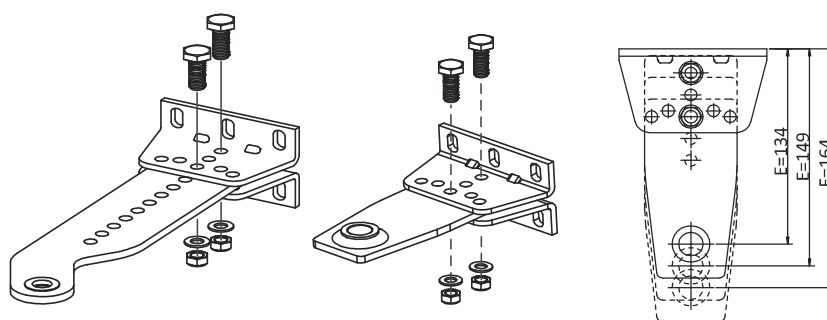
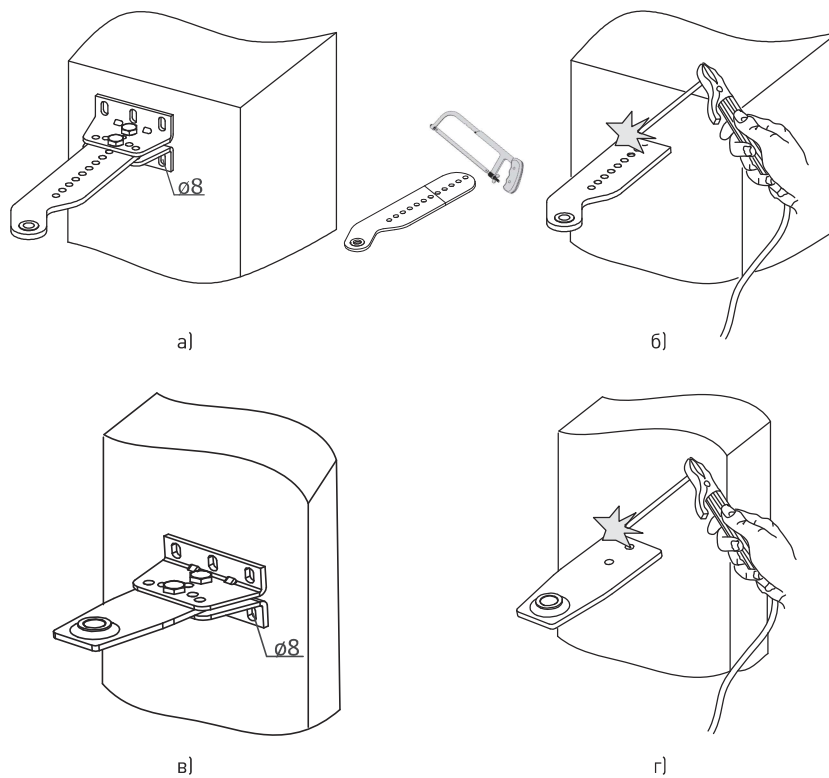
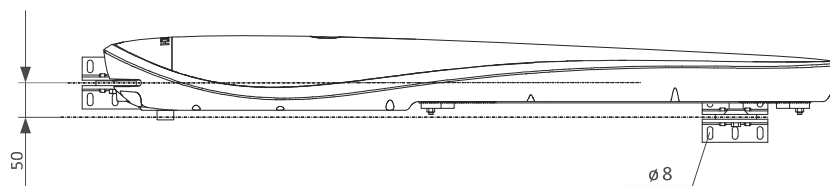

Рисунок 8. Сборка крепления заднего, переднего
Рисунок 9. Установка крепления заднего, переднего
Рисунок 11. Установка крепления переднего
E — размер между краем створки и осью установки привода на переднее крепление (рис. 8), минимальный размер E=134 мм;  $\alpha$  — угол открытия створки;
- определив монтажные размеры **A** и **B** и место размещения заднего крепления на столбе, выберите вариант сборки заднего крепления (таб. 6, рис. 8). При необходимости кронштейн заднего крепления подрежьте до нужного размера. В случаях если длины кронштейна не достаточно, используйте подручные материалы для удлинения заднего крепления.
- Закрепите заднее крепление на столбе, крепление можно прикрутить или приварить к столбу (рис. 9). Убедитесь, что крепление установлено горизонтально. Крепление должно быть собрано и установлено жестко.
- Выдержав монтажный размер **W**, закрепите переднее крепление на створке (рис. 11). Длина переднего кронштейна **E** регулируется (рис. 8), при этом необходимо учитывать условие **B > X**. В случаях если длины кронштейна не достаточно, используйте подручные материалы для удлинения переднего крепления. Крепление можно прикрутить или приварить к створке (рис. 9). Установку проверяйте уровнем.